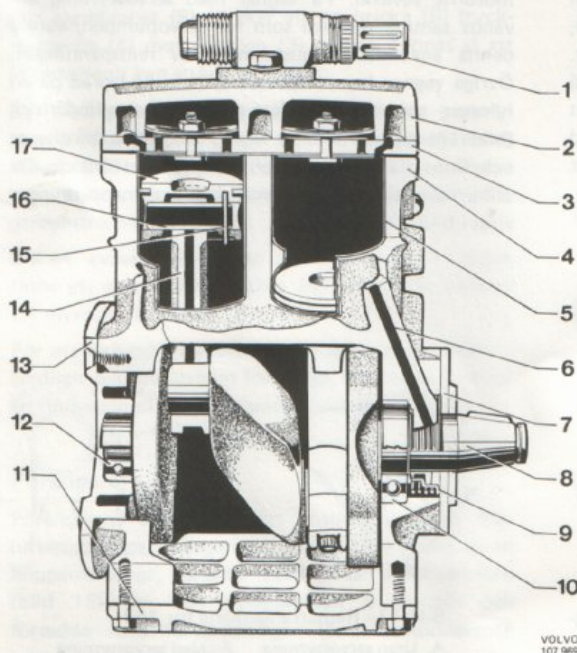

Bild 19. Kompressor
Kompressorn är tvåcylindrig och av kolvtyp med vevhuset (4 bild 19) gjutet i aluminium. Vevhuset har ingjutna cylinderfoder (5) av gjutjärn. Vevaxeln (8) är tillverkad i ett stycke av stålsgjutgods, och lagrad i två kullager. Det främre lagret (10) är monterat direkt i vevhuset, och det bakre (12) i ett lagerhus (13) som skruvats fast i vevhuset. Den främre vevaxeltätningen (9) har en fjäderbelastad kolbricka som följer med vevaxels rotation. Kolbrickans tätningsyta glider mot en finslipad yta på den främre gaveln (7). Kolvarna (17) är av aluminium och försedda med en
För kompressorns smörjning utnyttjas den tryckskillnad som uppstår mellan vevhuset och sugsidans hålrum. Genom en kanal (6 bild 19) mellan vevhuset och hålrummet leds det oljeskum, som bildas vid